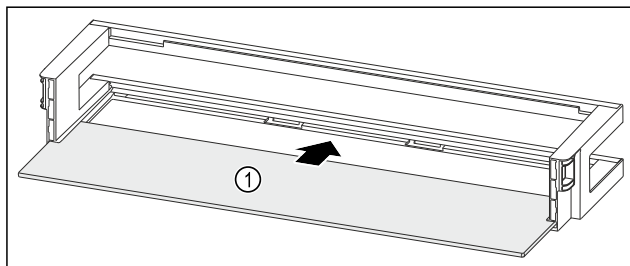

Fig. 119 Türabsteller mit Abstellfläche
- Abstellfläche Fig. 119 (1) in die seitlichen Aussparungen einschieben.